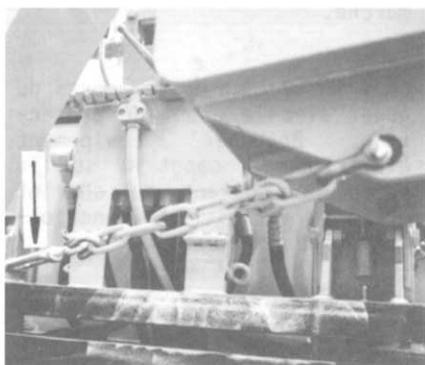

Bild 13
- Gliederkette am Tieflöffel und Ausleger einhängen und mit Spannschloß festziehen (Bild 13/Pfeil). Abstützung bis zum Anschlag hochziehen. (Bild 14/1)
- Hang the open-link chain on to the bucket and boom and tighten it with the tension lock (fig. 13/arrow). Raise the stabilizers up to the stop position (fig. 14/1).
- Accrocher la chaîne à maillons sur la flèche et le godet et bien serrer le tendeur (fig. 13/flèche). Remonter les bêquilles jusqu'aux butées (fig. 14/1).